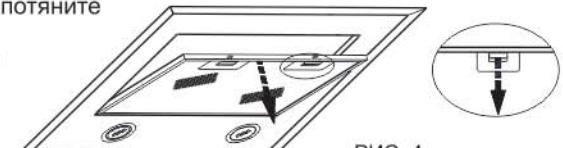

РИС. 4
- 8.3 Для очистки алюминиевого фильтра извлеките его из зонта (рис. 4) и произведите его очистку с помощью щетки горячим водным раствором нейтрального моющего средства вручную или в посудомоечной машине (при 60°C).
- снимите алюминиевый фильтр (рис. 4);
- перед установкой зонта снимите алюминиевый фильтр, для этого нажмите на пружинный замок на фильтре и потяните его вниз и на себя (рис. 4);